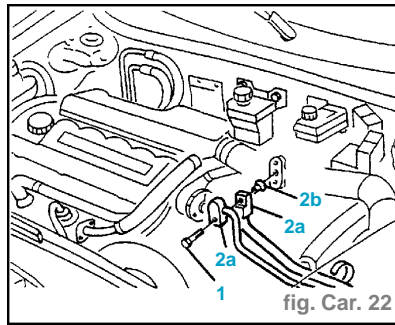

fig. Car. 22
- En opérant dans la niche moteur, dévisser la vis de fixation des tuyauteries au boîtier conditionneur (1) (fig. Car. 22).